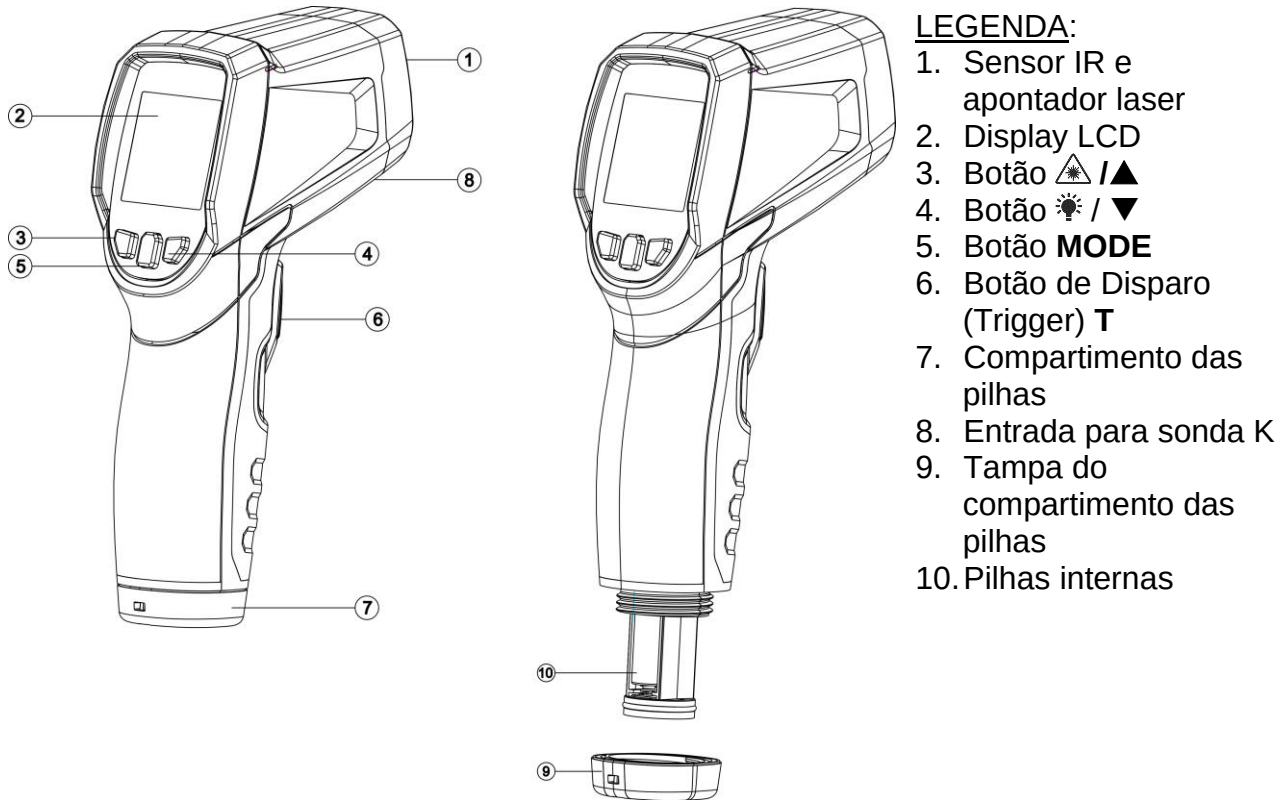
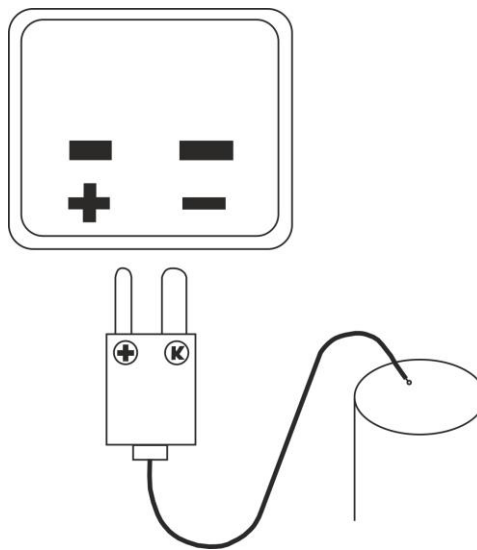

Fig. 1: Descrição do instrumento
Fig. 5: Introdução da sonda tipo K no instrumento
O botão Trigger **T** (ver Fig. 1 – parte 6) permite:
1. Abrir a tampa de proteção do terminal de entrada (ver Fig. 1 – parte 8) e inserir a sonda do tipo K respeitando as polaridades indicadas (ver Fig. 5).
1. Desapertar o parafuso de fixação do compartimento das pilhas (ver Fig. 1 – parte 9) e retirar o conjunto de pilhas (ver Fig. 1 – parte 10)